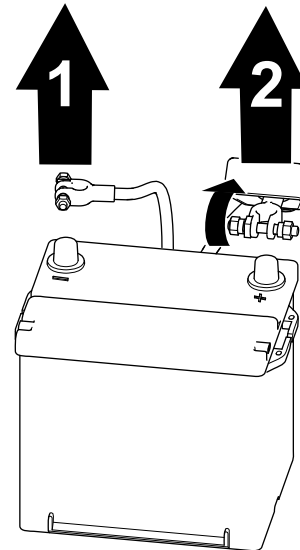

Bild 2
1. Klemmen Sie das Minuskabel (-) von der Anschlussklemme der Batterie ab (Bild 2).
2. Klemmen Sie das Pluskabel (+) von der Anschlussklemme der Batterie ab (Bild 2).